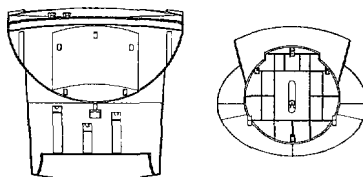

Figure 2: Placez les crochets comportant un label dans les logements correspondants situés au bas du moniteur.
2. Placez les crochets marqués dans les logements correspondants situés au bas du moniteur. (figure 2)